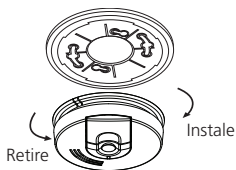

FIGURA 6
2. Después de elegir la ubicación adecuada de la alarma de humo según lo descrito en la Sección 1 y de cablear el conector rápido AC como se indica en las INSTRUCCIONES DE CABLEADO, fije el aro de borde a la caja eléctrica (ver FIGURA 6). Para asegurar el alineamiento estético de la alarma con el pasillo o la pared, la línea "A" del soporte de montaje deberá estar paralela con el pasillo cuando esté montada en el techo, u horizontal cuando esté montada en la pared.